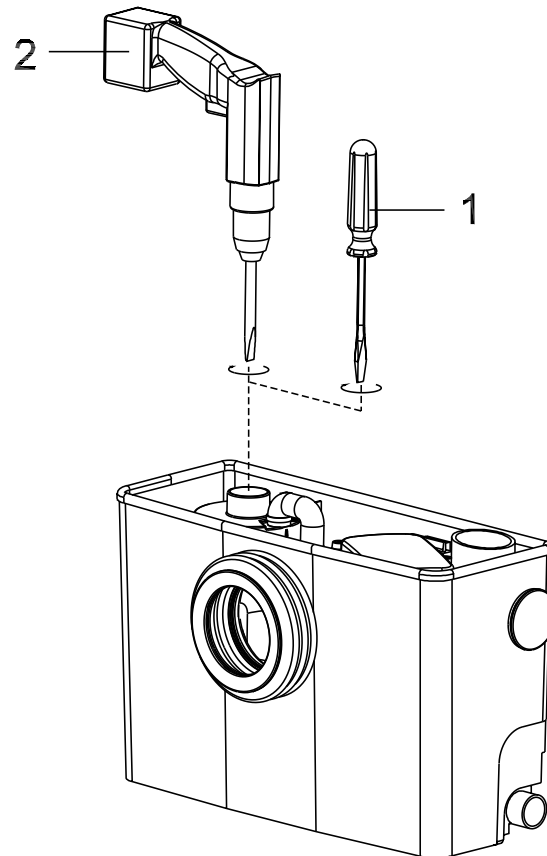

Bild 10: Tömning av tanken
Sönderdelningsverktyget i hydraulsystemet kan ge upphov till skador. Stoppa inte ner handen i tanken när rotoraxeln vrids med en skruvmejsel eller borr enligt bild 10.
- Skruva ur pluggskruven (9: 8) och rensa bort alla eventuella stopp i sönderdelningssystemet genom att rotera rotoraxeln med hjälp av en skruvmejsel (Bild 10: 1).
- Använd slutligen en bormaskin med skruvmejselskaft för att rotera rotorn (Bild 10: 2).